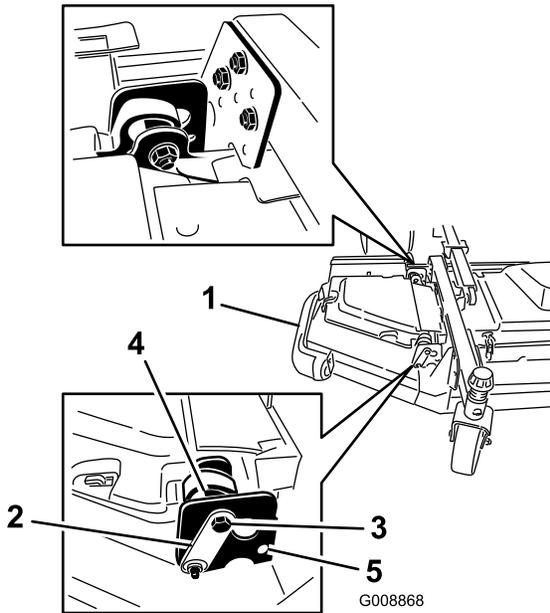

Figure 7
2. Desserrez les boulons et écrous qui fixent les 2 entretoises excentriques aux ailettes (Figure 7).
4. Tournez l'excentrique arrière (le plus proche du groupe de déplacement) jusqu'à ce que la pointe extérieure de la lame soit plus haute d'environ 3 mm ( $\frac{1}{8}$  po) que la hauteur de coupe voulue (Figure 7).